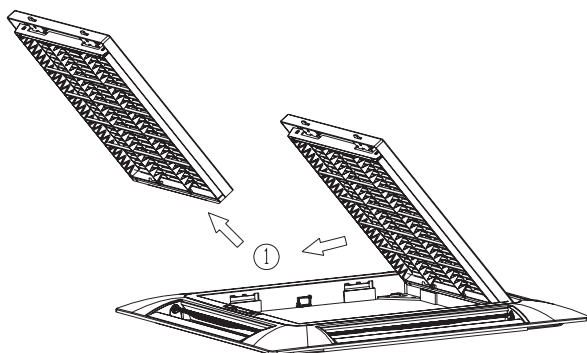

Рис. 23
2. После открытия решётки извлечь её, переместив в направлении, указанном на рис. 23.